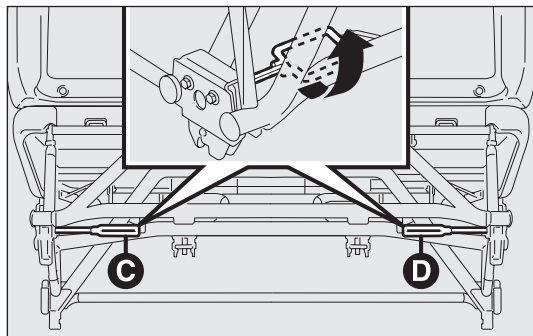

рис. 36
- когда сиденье в сложенном положении, поверните рычаги C и D – рис. 36 вперед (как указано на клейкой этикетке, закрепленной на нижней поперечине);